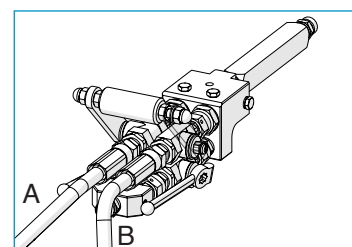

Abb. 13 Mischeinheit anschließen
2. Schließen Sie die Materialschläuche an die Mischeinheit an, s. Abb. 13.